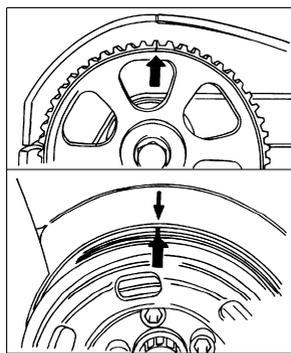

图 2-46 1 缸处于上止点位置
- 6) 用曲轴同步带中央螺栓, 沿曲轴旋转方向转动曲轴, 使 1 缸处于上止点位置, 如图 2-46 箭头所示。